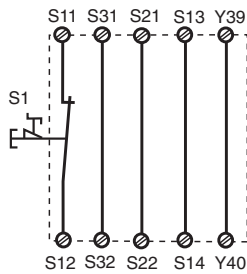
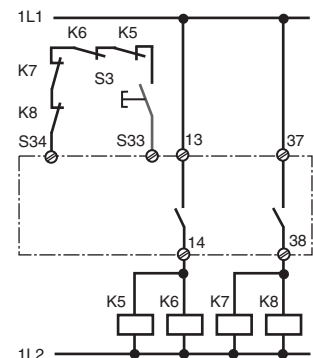

Fig. 2: Circuito de entrada monocanal, automat. rearme/Circuito di entrata monocanale, start automat./Eenkanalig ingangscircuit, automatische start
Fig. 10: como la Fig. 9 con rearme supervisado/come fig. 9 con start controllato/Zoals fig. 9 met bewaakte start
En las fig. 2... a fig. 10 se presentan ejemplos de conexionado posibles; paro de emergencia. Los cortocircuitos a través del paro de emergencia también son detectados. Por favor tenga en cuenta:
- Fig. 2 y 7: S33-S34 **no** conectado
In fig. 2 ... fig. 10 sono riportati degli esempi di collegamento per il cablaggio di arresto d'emergenza con start automatico e manuale, per il comando delle porte di sicurezza, nonché per la moltiplicazione dei contatti mediante relè esterni.
- Fig. 2 e 7: **nessun** collegamento S33-S34
In fig. 2 ... 10 worden aansluitvoorbeelden gegeven van noodstopshakelingen met automatische en bewaakte start, hekbewakingen en contactvermeerdering d.m.v. externe magneetschakelaars.
- Fig. 2 en 7: **geen** verbinding S33-S34